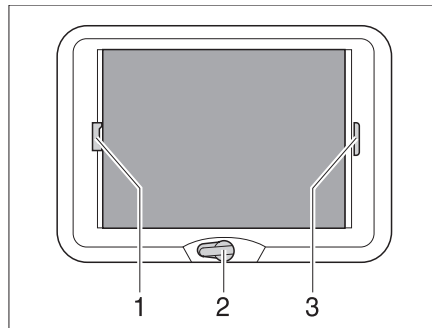

Bild 70 Kurbelhub-Dachhaube
- Die Handkurbel (Bild 70,2) drehen, bis Widerstand spürbar ist (max. Öffnungswinkel 70°).
- Die Faltverdunklung am Griff (Bild 70,3) ziehen und an der gewünschten Position loslassen. Die Faltverdunklung bleibt in dieser Position stehen.
- Den Insektenschutz am Griff (Bild 70,1) zum gegenüberliegenden Griff der faltverdarkung (Bild 70,3) ziehen und einrasten lassen.
- Den Griff des Insektenschutzes (Bild 70,1) hinten nach oben drücken und den Insektenschutz an der faltverdarkung (Bild 70,3) aushängen.